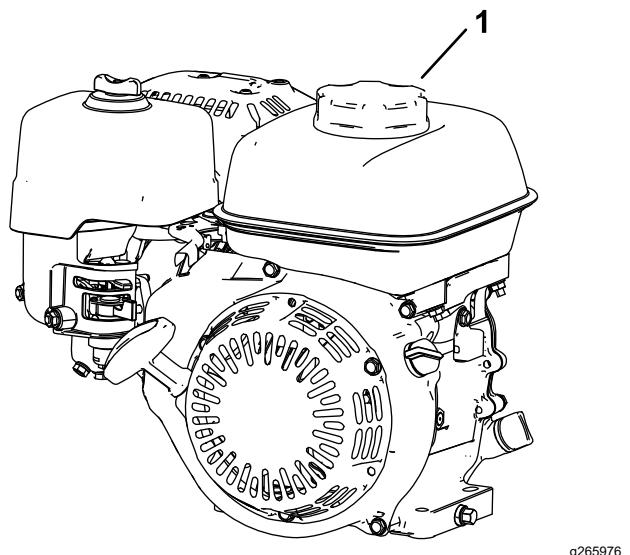

Figura 5
3. Limpe a zona em redor da tampa do depósito de combustível e retire-a (Figura 5).